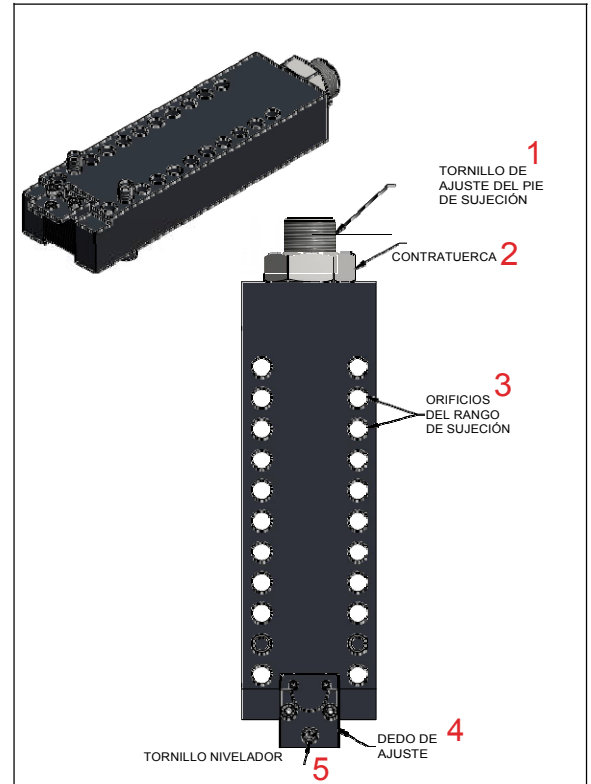

FIGURA 3-5. COMPONENTES DEL PIE DE SUJECIÓN FF2400
2. Si el diámetro de la pieza de trabajo es menor a 24,5" (62,2 mm), fije los dedos de configuración a los pies de sujeción como se muestra en la Figura 3-5.